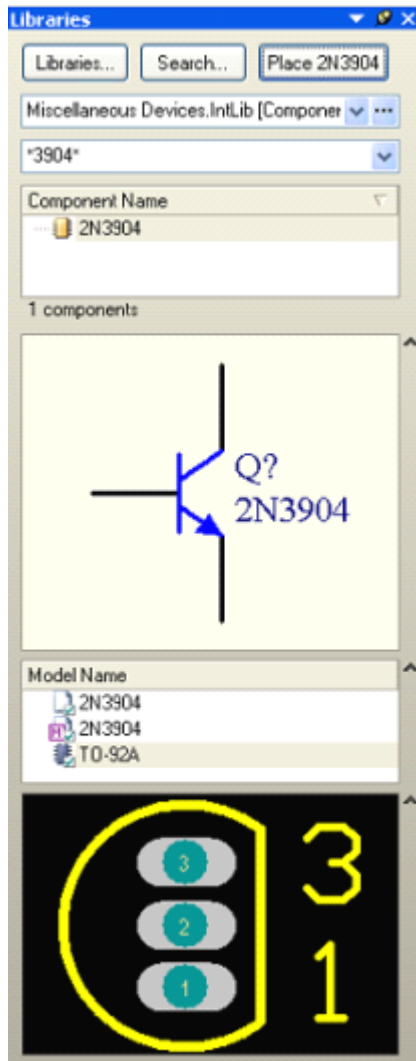

图6-4库面板
1.点击 **Libraries** 标签显示 **Library** 面板，如图6-4。